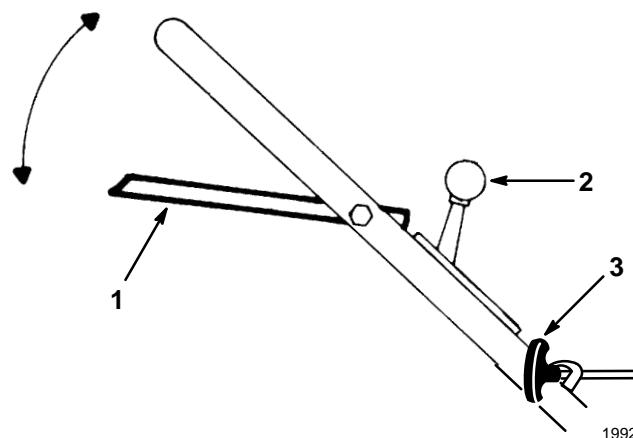
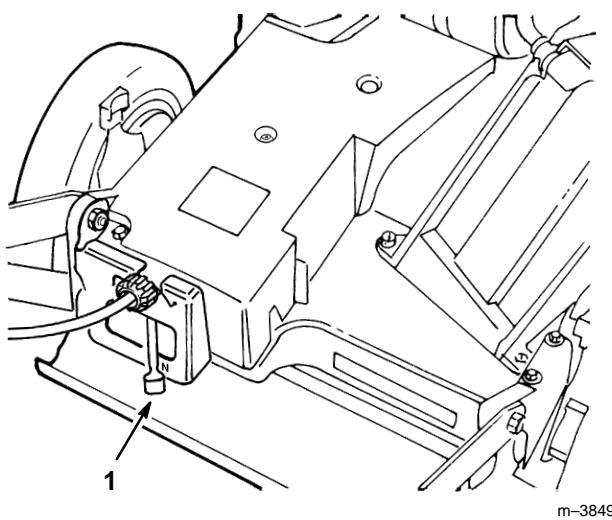

Figure 9
Figure 11
- CONTROLES**—El control del acelerador, la barra de control y el arrancador manual están en la manija superior (Fig. 9).
- ARRANQUE**—Mueva el control de velocidad sobre el terreno a la posición **N** NEUTRA (Fig. 11) y el acelerador a **R** RAPIDO. Levante la barra de control (Fig 9) y manténgala en esa posición. Tire del arrancador manual (Fig 9) hasta que se produzca un enganche positivo, entonces tire con fuerza para
encender el motor. Cuando encienda, mueva el acelerador hasta la posición  RAPIDO (Fig. 9). Espere a que se caliente el motor. Durante el período de calentamiento, se puede operar el equipo.